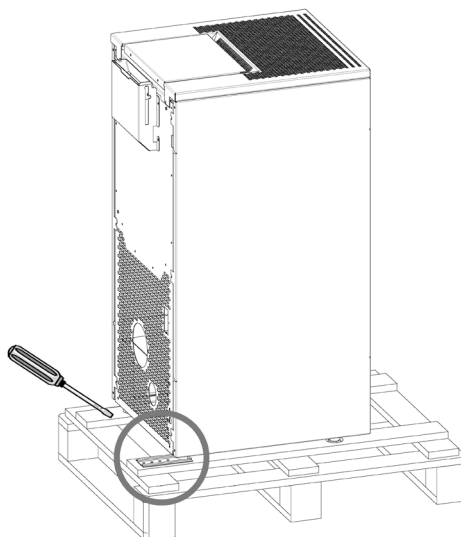

Fig. 1 - Rimozione staffe
- Rimuovere le staffe che bloccano i piedi della stufa (vedi **Fig. 1**) e poi rimuoverla dal bancale.